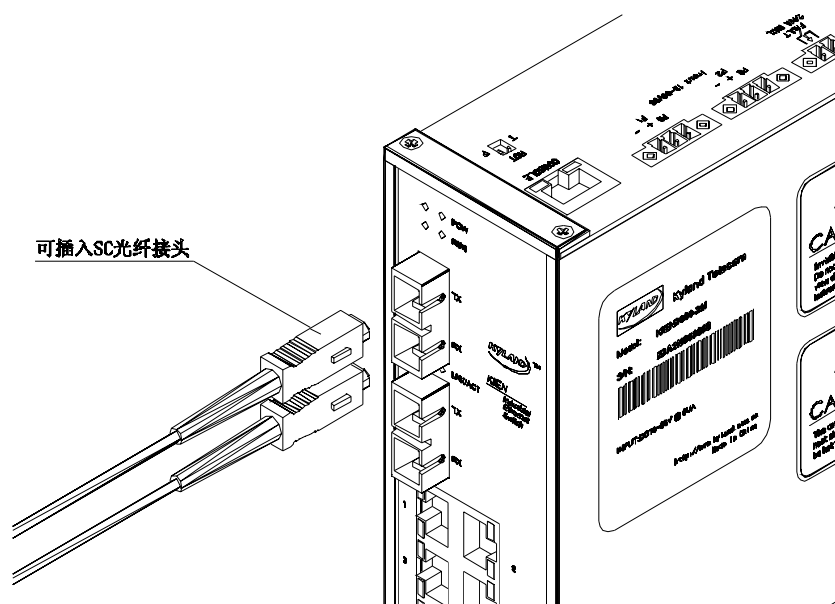

图 2-6 光纤端口的连接
3. 将光缆的一端连接到交换机的光纤接口，另一端连到另一台设备的光纤接口。如图 2-6 所示。